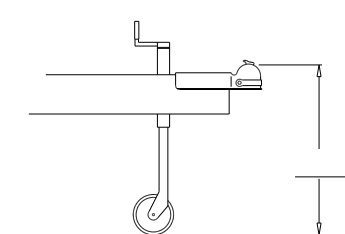

Fig. 1
2. Nivele el remolque y mida y registre la distancia desde el suelo hasta la parte superior del acoplador. (Fig.1).
- Se suministran remaches (10) y 7 arandelas espaciadoras (9) para obtener el ángulo descendente correcto de las barras. Para un ajuste inicial, pruebe 4 espaciador arandelas para acopladores montados en la parte superior y 3 arandelas espaciadoras para acopladores montados en la parte inferior. Inserte el remache (10) y dependiendo del ángulo o la pendiente de las barras que se debe obtener, utilizar la menor cantidad de arandelas (9) necesaria para establecer el ángulo correcto. (Véase la Fig. 1, 2 y 3 a continuación.)